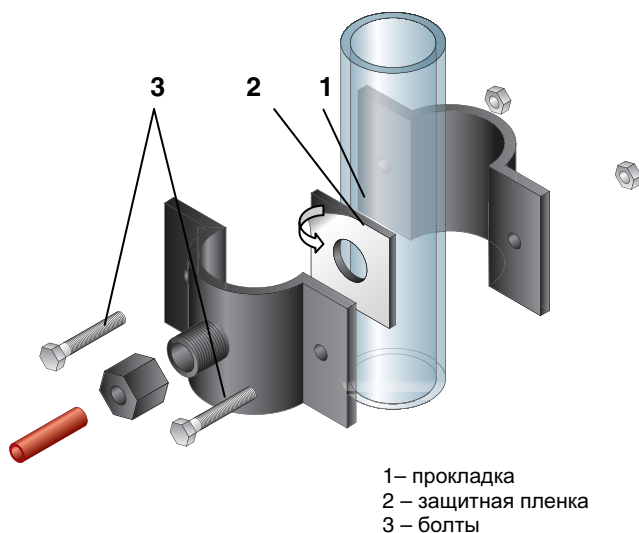

Рисунок 5. Дренажный хомут
9. Дренажный хомут (Рис. 5)	1 шт.
5.3 Установка дренажного хомута (Рис. 5)¹
- Снимите с прокладки (1) защитную пленку (2). Приклейте уплотнительную прокладку (1) с внутренней стороны хомута, так чтобы отверстие в прокладке совпало с отверстием в штуцере хомута
- Установите хомут, совместив отверстия в штуцере и дренажной линии, затем затяните болты (3). Болты следует затягивать равномерно, чтобы две части хомута располагались параллельно.